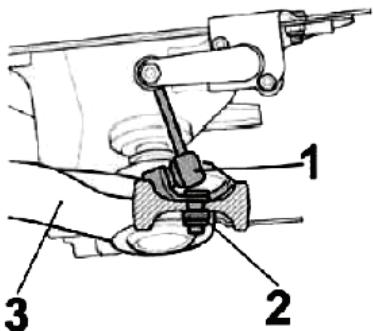

Fig. 2:
- Halterung der Leuchtweitenregulierung (Fig. 2/2) vom Querlenker abschrauben (Fig. 2/3) (nur auf der linken Seite vorhanden).
- Unscrew headlamp leveling holder (Fig. 2/2) from control arm (Fig. 2/3) (only right side of vehicle).
- Dévisser le support du module de réglage le la lumière (Fig. 2/2) du bras de suspension (Fig. 2/3) (n'existe qu'à côté gauche).
- Desatornillar el soporte de la regulación de los anchos de luces (Fig. 2/2) del brazo transversal (Fig. 2/3) (presente sólo en el lado izquierdo).